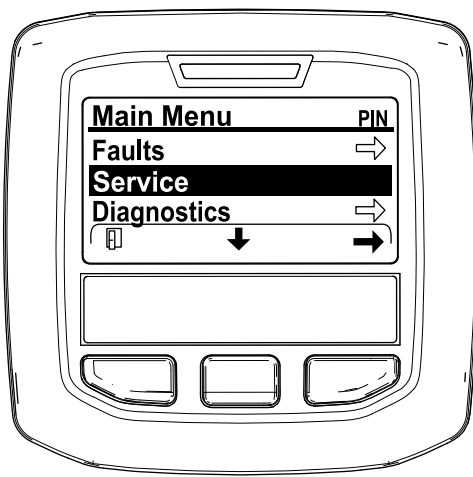

Figura 41
2. Desde el menú PRINCIPAL, pulse el botón central para desplazarse hacia abajo hasta el menú SERVICE (Servicio) y pulse el botón derecho para seleccionar la opción SERVICE (Servicio) (Figura 41).